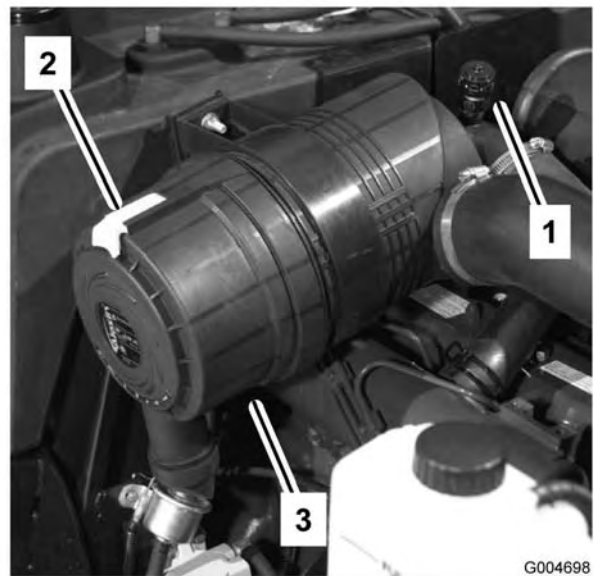

Figura 45
Revise los filtros del limpiador de aire cuando el indicador del limpiador de aire se vea rojo (Figura 45) o cada 400 horas (más frecuentemente en condiciones extremas de polvo o suciedad). No limpie con demasiada frecuencia el filtro de aire.
1. Tire hacia fuera del enganche y gire la tapa del limpiador de aire en el sentido contrario a las agujas del reloj. Retire la tapa de la carcasa (Figura 45). Limpie el interior de la tapa del limpiador de aire.
6. Reinicie el indicador (Figura 45) si se ve rojo.